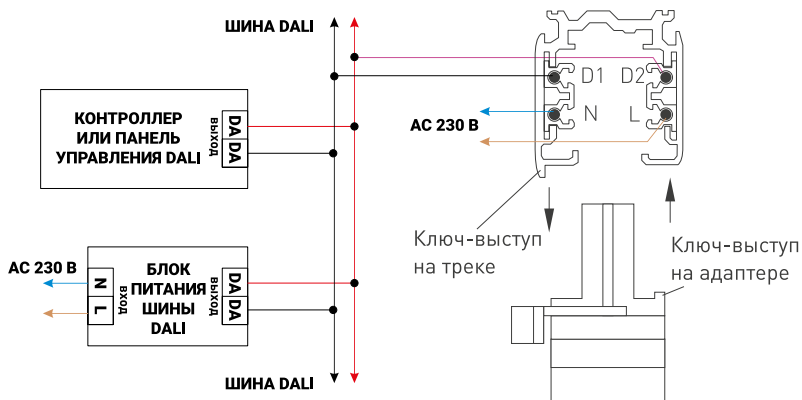

Рис. 3. Схема подключения светильников с управлением DALI
- 3.4. На коннекторе питания открутите винт и снимите крышку. Подключите оборудование согласно схеме на рис. 3. Используйте 5-жильный кабель. Обязательно подключите защитное заземление к клемме GND.